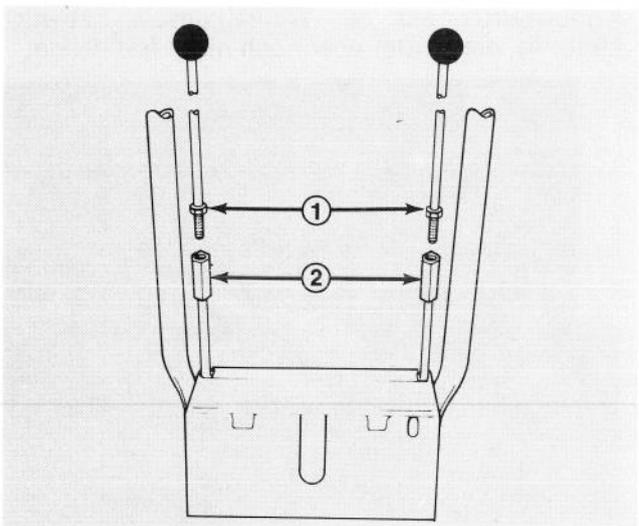

Abb. 6
2. Die Kontermuttern (Abb. 6) bis zum Anschlag auf die Radkupplungsgestänge schrauben. Die Gestänge ganz in die Verbindungsstücke hineinschrauben und dann die Kontermuttern gegen die Verbindungsstücke festziehen.